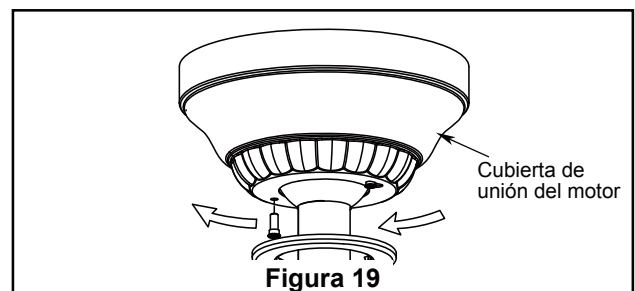

Figura 19
1. Extraiga una de los tornillos de hombro en el soporte del gancho. Afloje el segundo tornillo de hombro sin extraiga completamente. Instale la cubierta rotando la ranura clave en la cubierta sobre el tornillo de hombro del soporte del gancho. Fije el tornillo de hombro. Instale adecuadamente y fije el segundo tornillo de hombro que fue anteriormente guardado. (Figura 19)